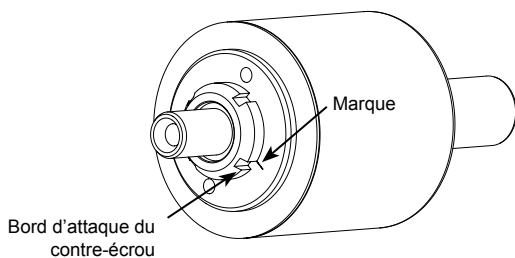

FIGURE 17
- Glisser l'aimant intérieur sur l'arbre et engager l'axe de l'aimant dans le trou de la rondelle de butée. Installer le contre-écrou, bord biseauté vers l'extérieur, serrer au couple indiqué dans le tableau 5. Faire une marque sur le bord de fuite de la rainure du contre-écrou. Voir la figure 17. Dévisser le contre-écrou jusqu'à ce que le bord d'attaque de cette même rainure soit aligné avec la marque. Ceci définit le jeu correct pour les rondelles de butée.